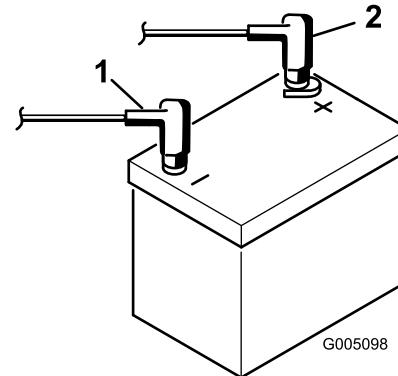

Figura 8
8. Collegate il cavo positivo (rosso) al morsetto positivo (+) e il cavo negativo (nero) al morsetto negativo (-) della batteria, e fissateli con i bulloni e i dadi (Figura 8). Fate scorrere la guaina di gomma sul morsetto positivo per evitare un cortocircuito.